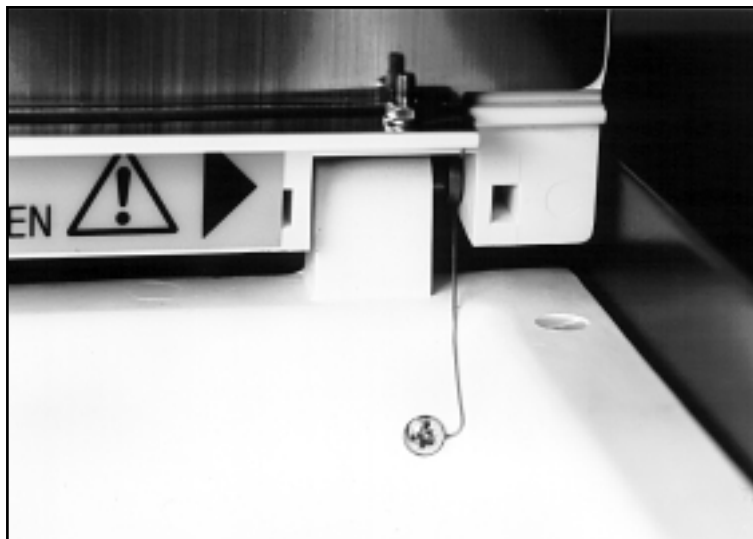

Figura 75. Contacto a tierra de resorte en la cubierta de la cámara de prueba.
**Precaución:** confirme visualmente que los dos contactos a tierra de resorte que enlazan emc de metal/barrera de descarga en la cubierta de la cámara a la parte trasera de la cámara, están intactos (véase figura 75.)